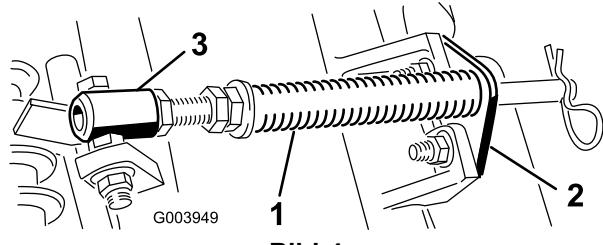

Bild 4
- A. Nehmen Sie die zwei Schlossschrauben und Muttern ab, mit denen die Stangenhalterung an den Laschen des Mähwerks befestigt ist (Bild 4).
- B. Nehmen Sie die Bundmutter ab, mit denen die Schraube des Federrohrs an der Trägerrahmenlasche befestigt ist (Bild 4). Nehmen Sie das Bauteil ab.
- C. Montieren Sie die Schraube des Federrohrs an der anderen Lasche am Trägerrahmen und befestigen Sie sie mit der Bundmutter. Der Schraubenkopf zeigt zur Außenseite der Lasche, siehe Bild 4.